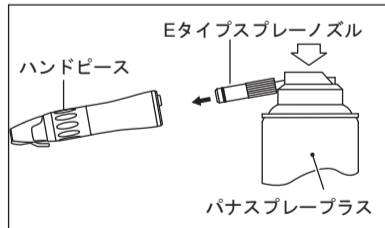

図7
- 3) スプレーノズルをハンドピース後部へ挿し込み、ハンドピースを押さえて、ハンドピース先端よりオイルが出るまで2~3秒スプレーします。注油は先端から異物等の汚れが出なくなるまで繰り返し行います(図7)。